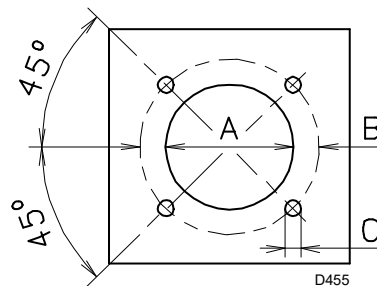

Рис. 13
Просверлите отверстия в плите, закрывающей камеру сгорания, как показано на Рис. 13 (Табл. J). Положение резьбовых отверстий можно разметить с помощью теплового экрана из комплекта горелки.
- Вставьте горелку в ранее подготовленное отверстие котла (Рис. 13) и закрепите ее при помощи винтов из комплекта поставки.